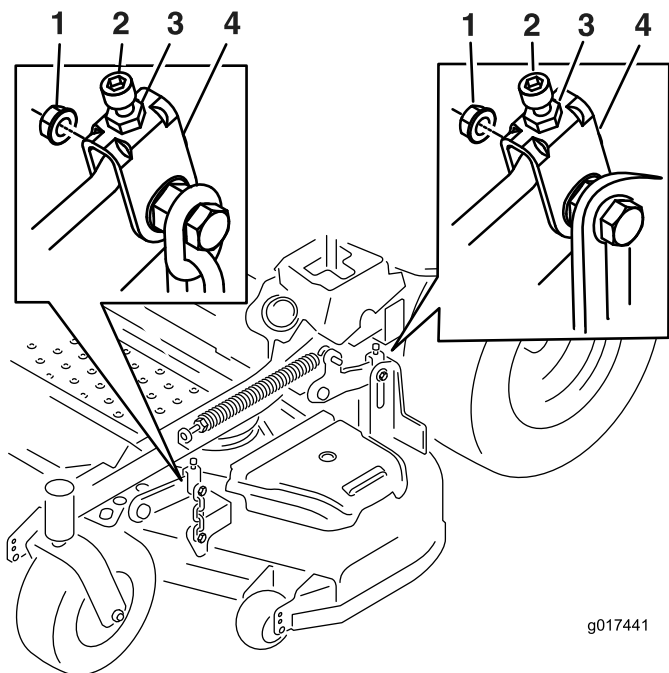

Bild 78
10. Lösen Sie ggf. die Mutter an der Seite des Bügels und die Klemmmutter oben (Bild 78).
17. Drehen Sie die Einstellschraube, um eine Höhe von 8,3 cm zu erhalten (Bild 78).